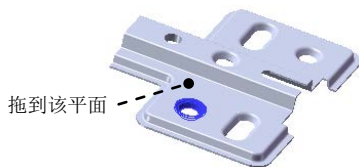

图 16.6.56 成形特征 7
Step11. 创建图 16.6.56 所示的成形特征 7。
(1) 单击任务窗格中的“设计库”按钮, 打开“设计库”对话框。
(2) 单击“设计库”对话框中的 ch16 节点, 在设计库下部的列表框中选择“hinge_shaped_tool_05”文件并拖动到图 16.6.56 所示的平面, 在弹出的“成形工具特征”对话框中单击 按钮。